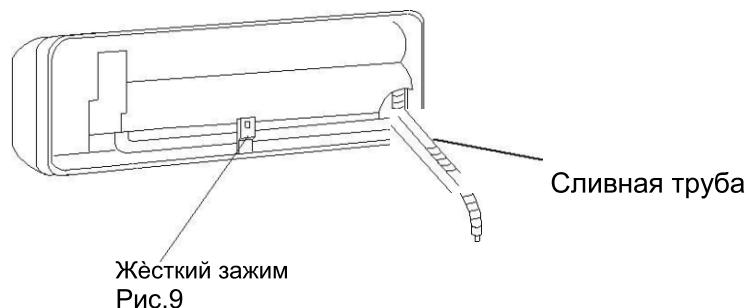

Рис.9
2. Правая схема приведена для положения сливного шланга. См. рис. 9.
2. Подсоединение левой задней трубы (аналогично левой нижней трубке). (дополнительно, см. рис. 9)